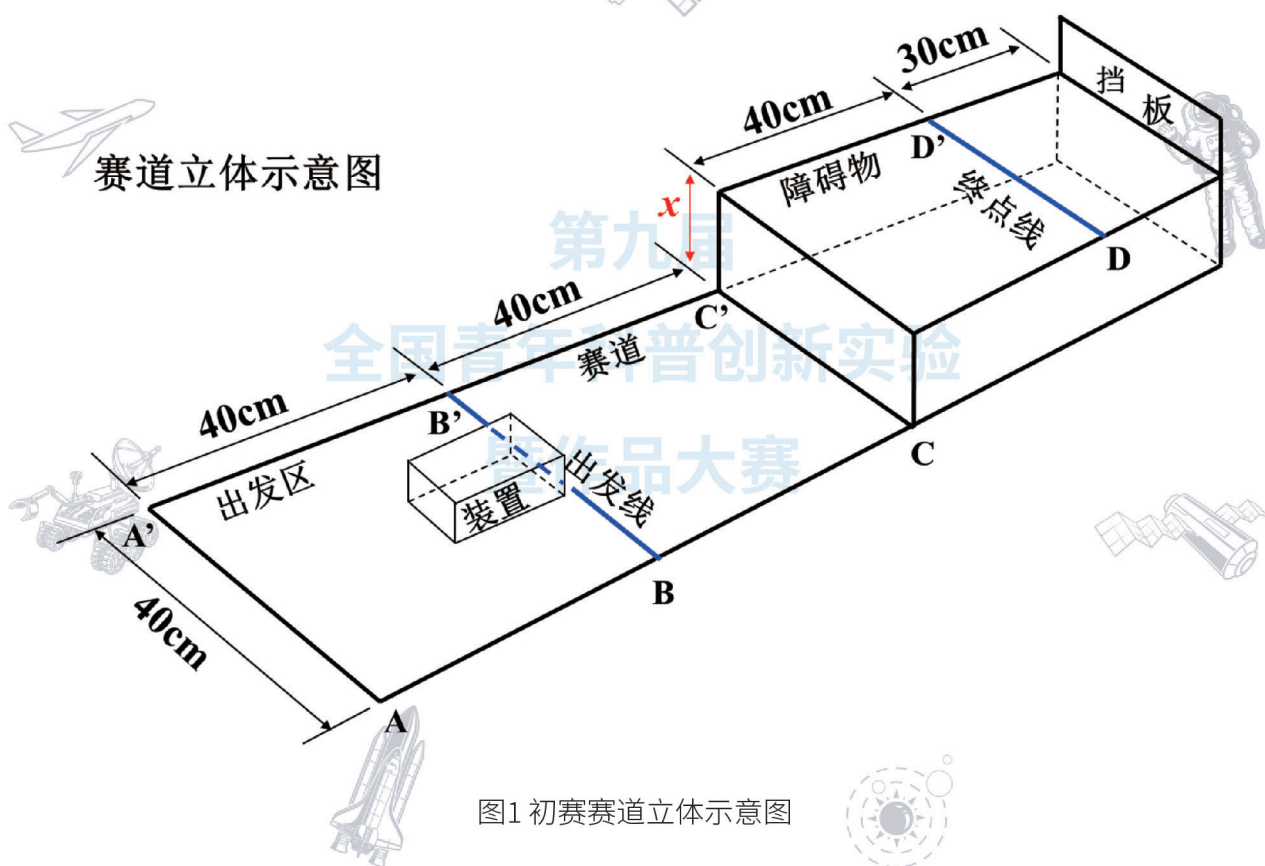

图1 初赛赛道立体示意图
3) 赛道尺寸如图1所示。赛道宽度40cm,出发区长40cm,出发线(BB')至障碍物下边缘(CC')40cm,障碍物上边缘至终点线(DD')距离40cm;终点线后30cm处设置一挡板。x为障碍物高度。